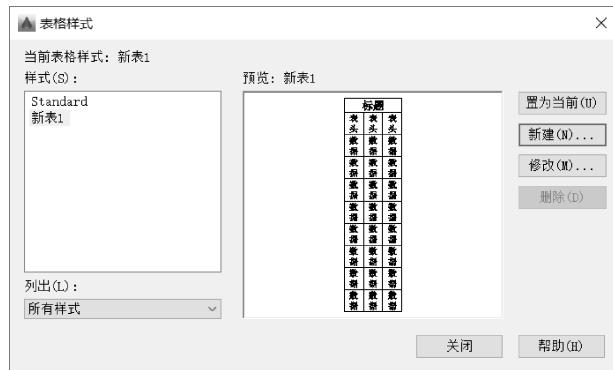

图7-27 “表格样式”对话框
5) 选择“格式”→“表格样式”命令，打开“表格样式”对话框，在“样式”文本框中显示“新表1”样式名，如图7-27所示。